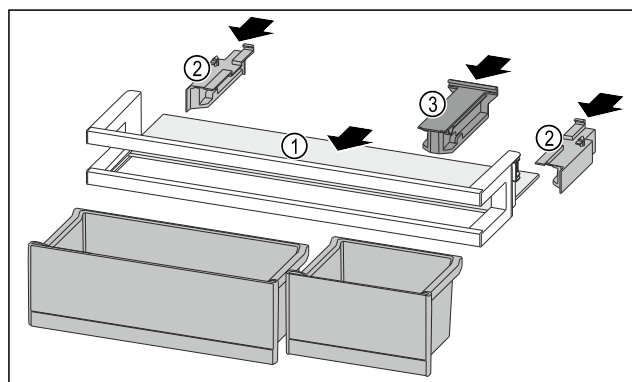

Fig. 213
- Insérer la tablette de rangement Fig. 213 (1) dans les évidements latéraux.
- Installer les parties latérales Fig. 213 (2).
- Installer la pièce de retenue Fig. 213 (3).